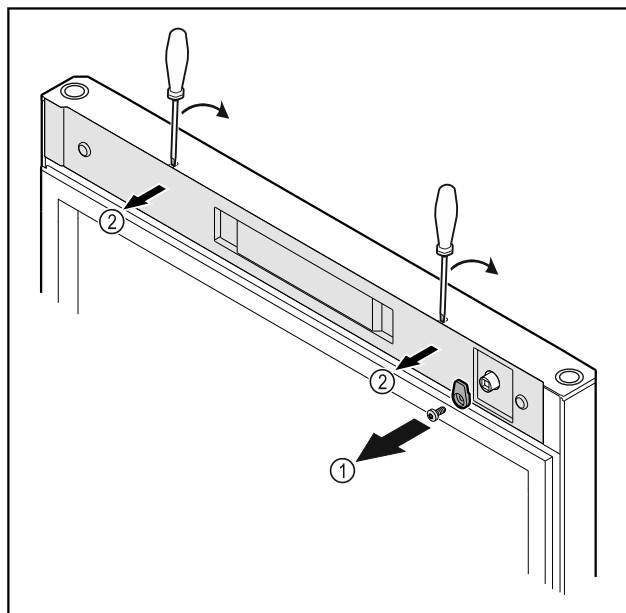

Fig. 20
- ▶ Odvrnite kuke za zatvaranje Fig. 20 (1).
- ▶ Odvojite poklopac Fig. 20 (2) malim odvijačem i skinite ga.